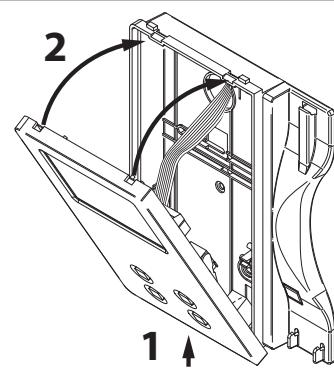

Fig. 8
- Lorsque l'installation est testée et que les réglages nécessaires sont effectués, débrancher le combiné du couvercle et procéder à la fermeture de l'interphone vidéo comme illustré sur la **Fig. 8**: l'accrocher d'abord sur la partie inférieure ensuite sur la partie supérieure jusqu'au déclic de l'encastrement.